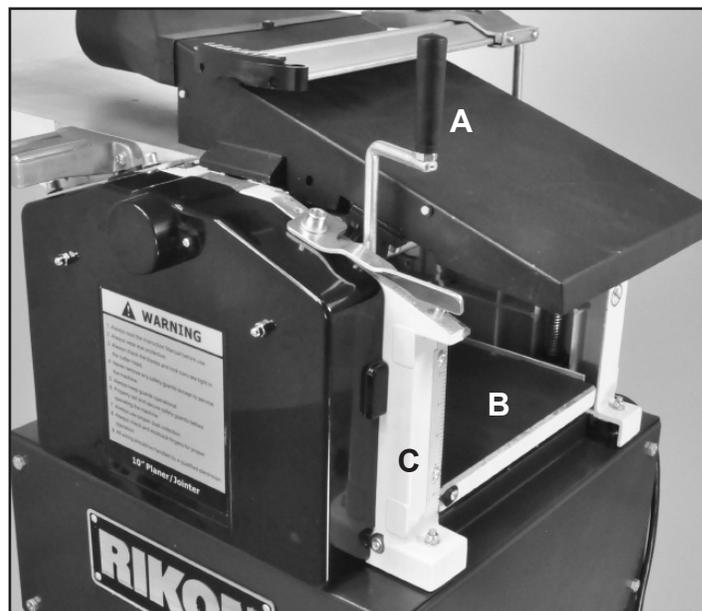

FIG. 22
El ajuste de altura de la mesa del cepillado se realiza con la manija (#130, FIG. 22, A). Un giro completo de la manivela cambia la altura de la Mesa del Planador (#142, B) en 1/8".
2. El protector del cabezal de corte debe levantarse y la capucha de polvo (#194) gira sobre la mesa de alimentación en la posición de uso de cepillado, por lo que se pueden realizar ajustes. FIG. 22.
1. La mesa ensambladora de salida y la cerca necesitan ser removidas, y la cubierta antipolvo se levantó y giró hacia el cabezal de corte para obtener acceso dentro de la cepilladora. Vea la página 14, paso 2 y la FIG. 22 en este proceso.